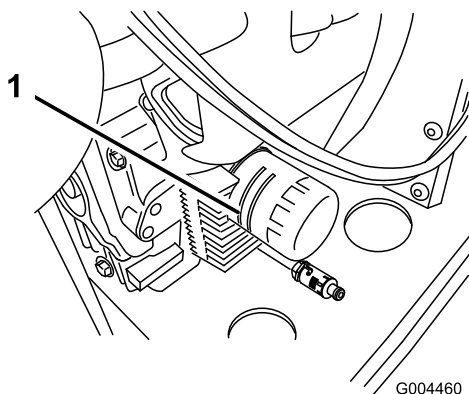

Figura 36
2. Retire el filtro usado y limpie con un paño la superficie de la junta del adaptador del filtro (Figura 36).